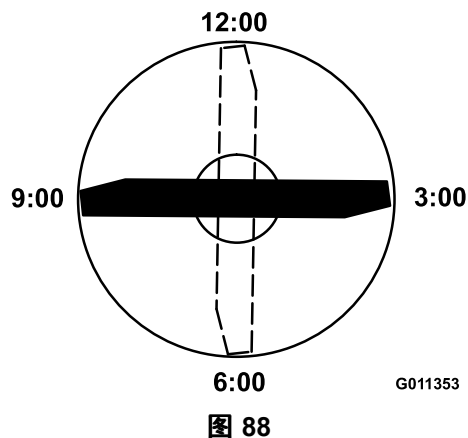

图 88
4. 将刀片带标记一端的刀刃放在 12 点钟位置剪草方向的正前方(图 88)并测量从桌面到刀片刀刃的高度。
5. 将刀片的标记端旋转至 3 点钟和 9 点钟位置(图 88)并测量高度。